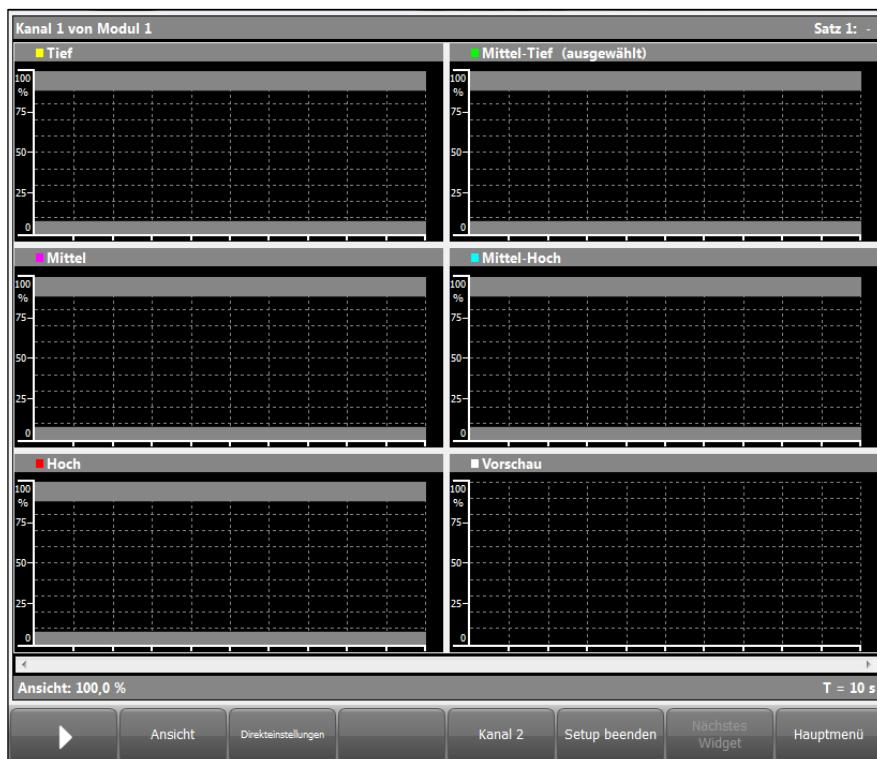

Bild 8-7 AE-Setup-Ansicht
Die grauen Balken visualisieren die aktuellen Einstellungen von AE-Offset-Bereich und AE-Offset. Der obere graue Balken zeigt den AE-Offset-Bereich minus AE-Offset an, der untere graue Balken zeigt den AE-Offset an (siehe Bild 8-7 auf Seite 106).
- ▶ Wählen Sie mit der Taste [Kanal 1] / [Kanal 2] den gewünschten AE-Kanal. Der gewählte AE-Kanal erscheint in der linken, oberen Ecke des Fensters (siehe Bild 8-7 auf Seite 106).